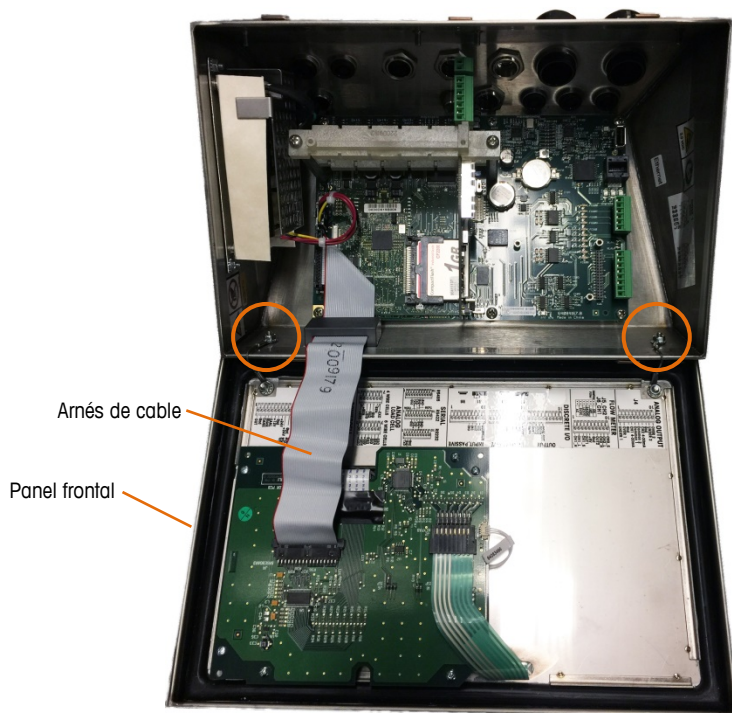

Figura 2-9: Caja para ambientes adversos abierta, con panel frontal en orientación original
3. Afloje y quite las dos tuercas que fijan los dos cables metálicos que funcionan como bisagras para la tapa frontal con la caja posterior. Estos están encerrados en un círculo en Figura 2-9.